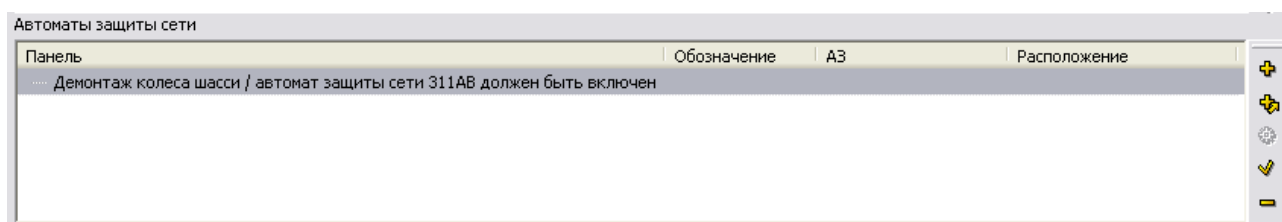

Рис. 6.12
2. Нажмите на кнопку **Применить**. В окне **Автоматы защиты сети** в столбце **Панель** появится введенная информация (Рис. 6.12).